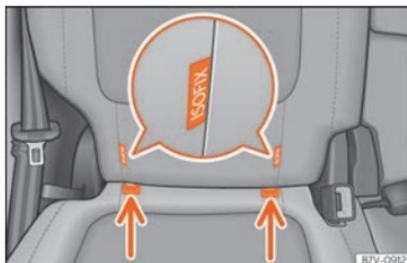

Fig. 39 Versão 2: identificação dos pontos de ancoragem para a cadeira de criança no banco do veículo.
- Encaixe a cadeira de criança nos anéis de fixação » » » **Fig. 39**, no sentido da seta. A cadeira de criança deve encaixar de forma segura e audível.
- Coloque a cadeira de criança sobre o assento e engate os ganchos dos cintos de fixação nos anéis de fixação » » » **Fig. 39**.